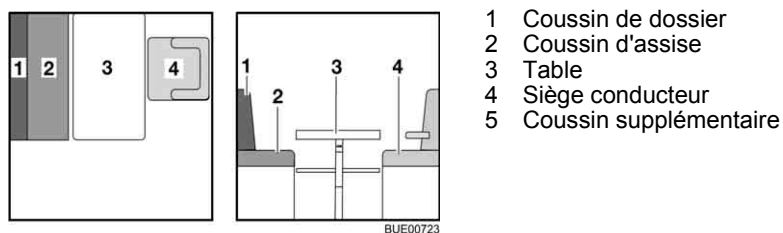

Fig. 91 Avant la transformation
- Tourner le siège conducteur (Fig. 91,4) et le pousser complètement vers l'avant.
- Convertir la table (Fig. 91,3) en sommier de lit (voir paragraphe 6.12.1).
- Placer le coussin de dossier (Fig. 91,1) de côté.